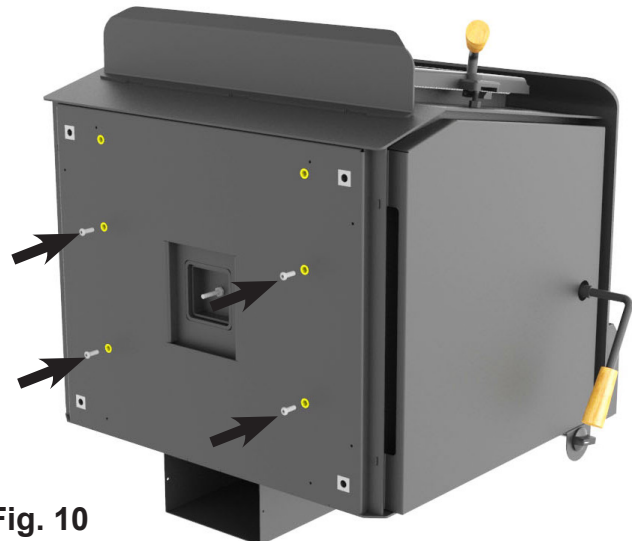

Fig. 10
3. Vissez les quatre vis à tête cylindrique 1/4"-20 dans la base du poêle jusqu'à mi-chemin (inclus avec eEsemble De piédestal). (**Fig. 10**)